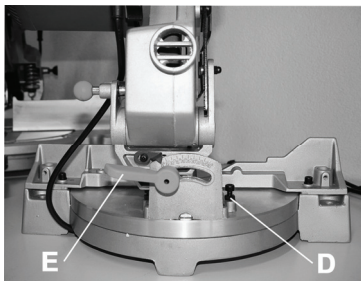

Abb. 4
Om tot 45° schuin te zagen de vastzethendel aan de achterkant van de machine losdraaien (E) (afb. 4)